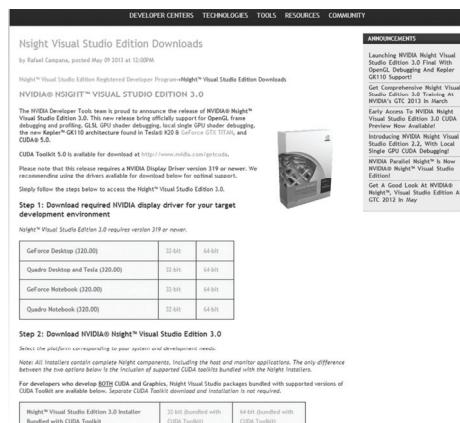

图 B.2 注册后的下载网站。可以根据操作系统下载选择版本
2. 注册后，下载与你的操作系统匹配的工具，如图 B.2 所示。